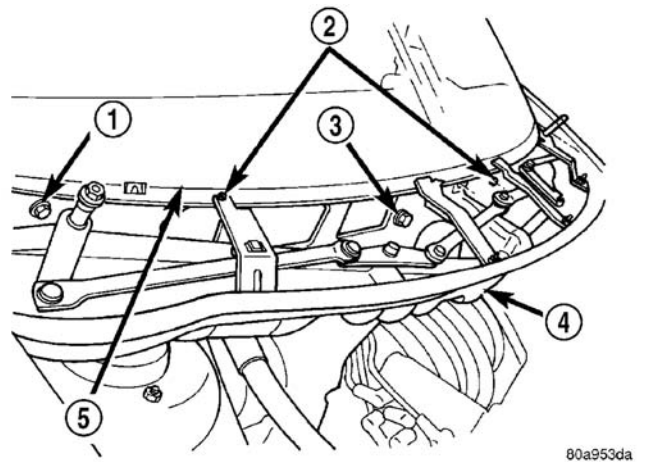

图9 刮水器模块
- （10）拆下刮水器模块至仪表板的固定螺栓（图9）。
- （2）安装刮水器模块至仪表板的固定螺栓（图9）。
（6）将线束接头接至刮水器模块（图9）。